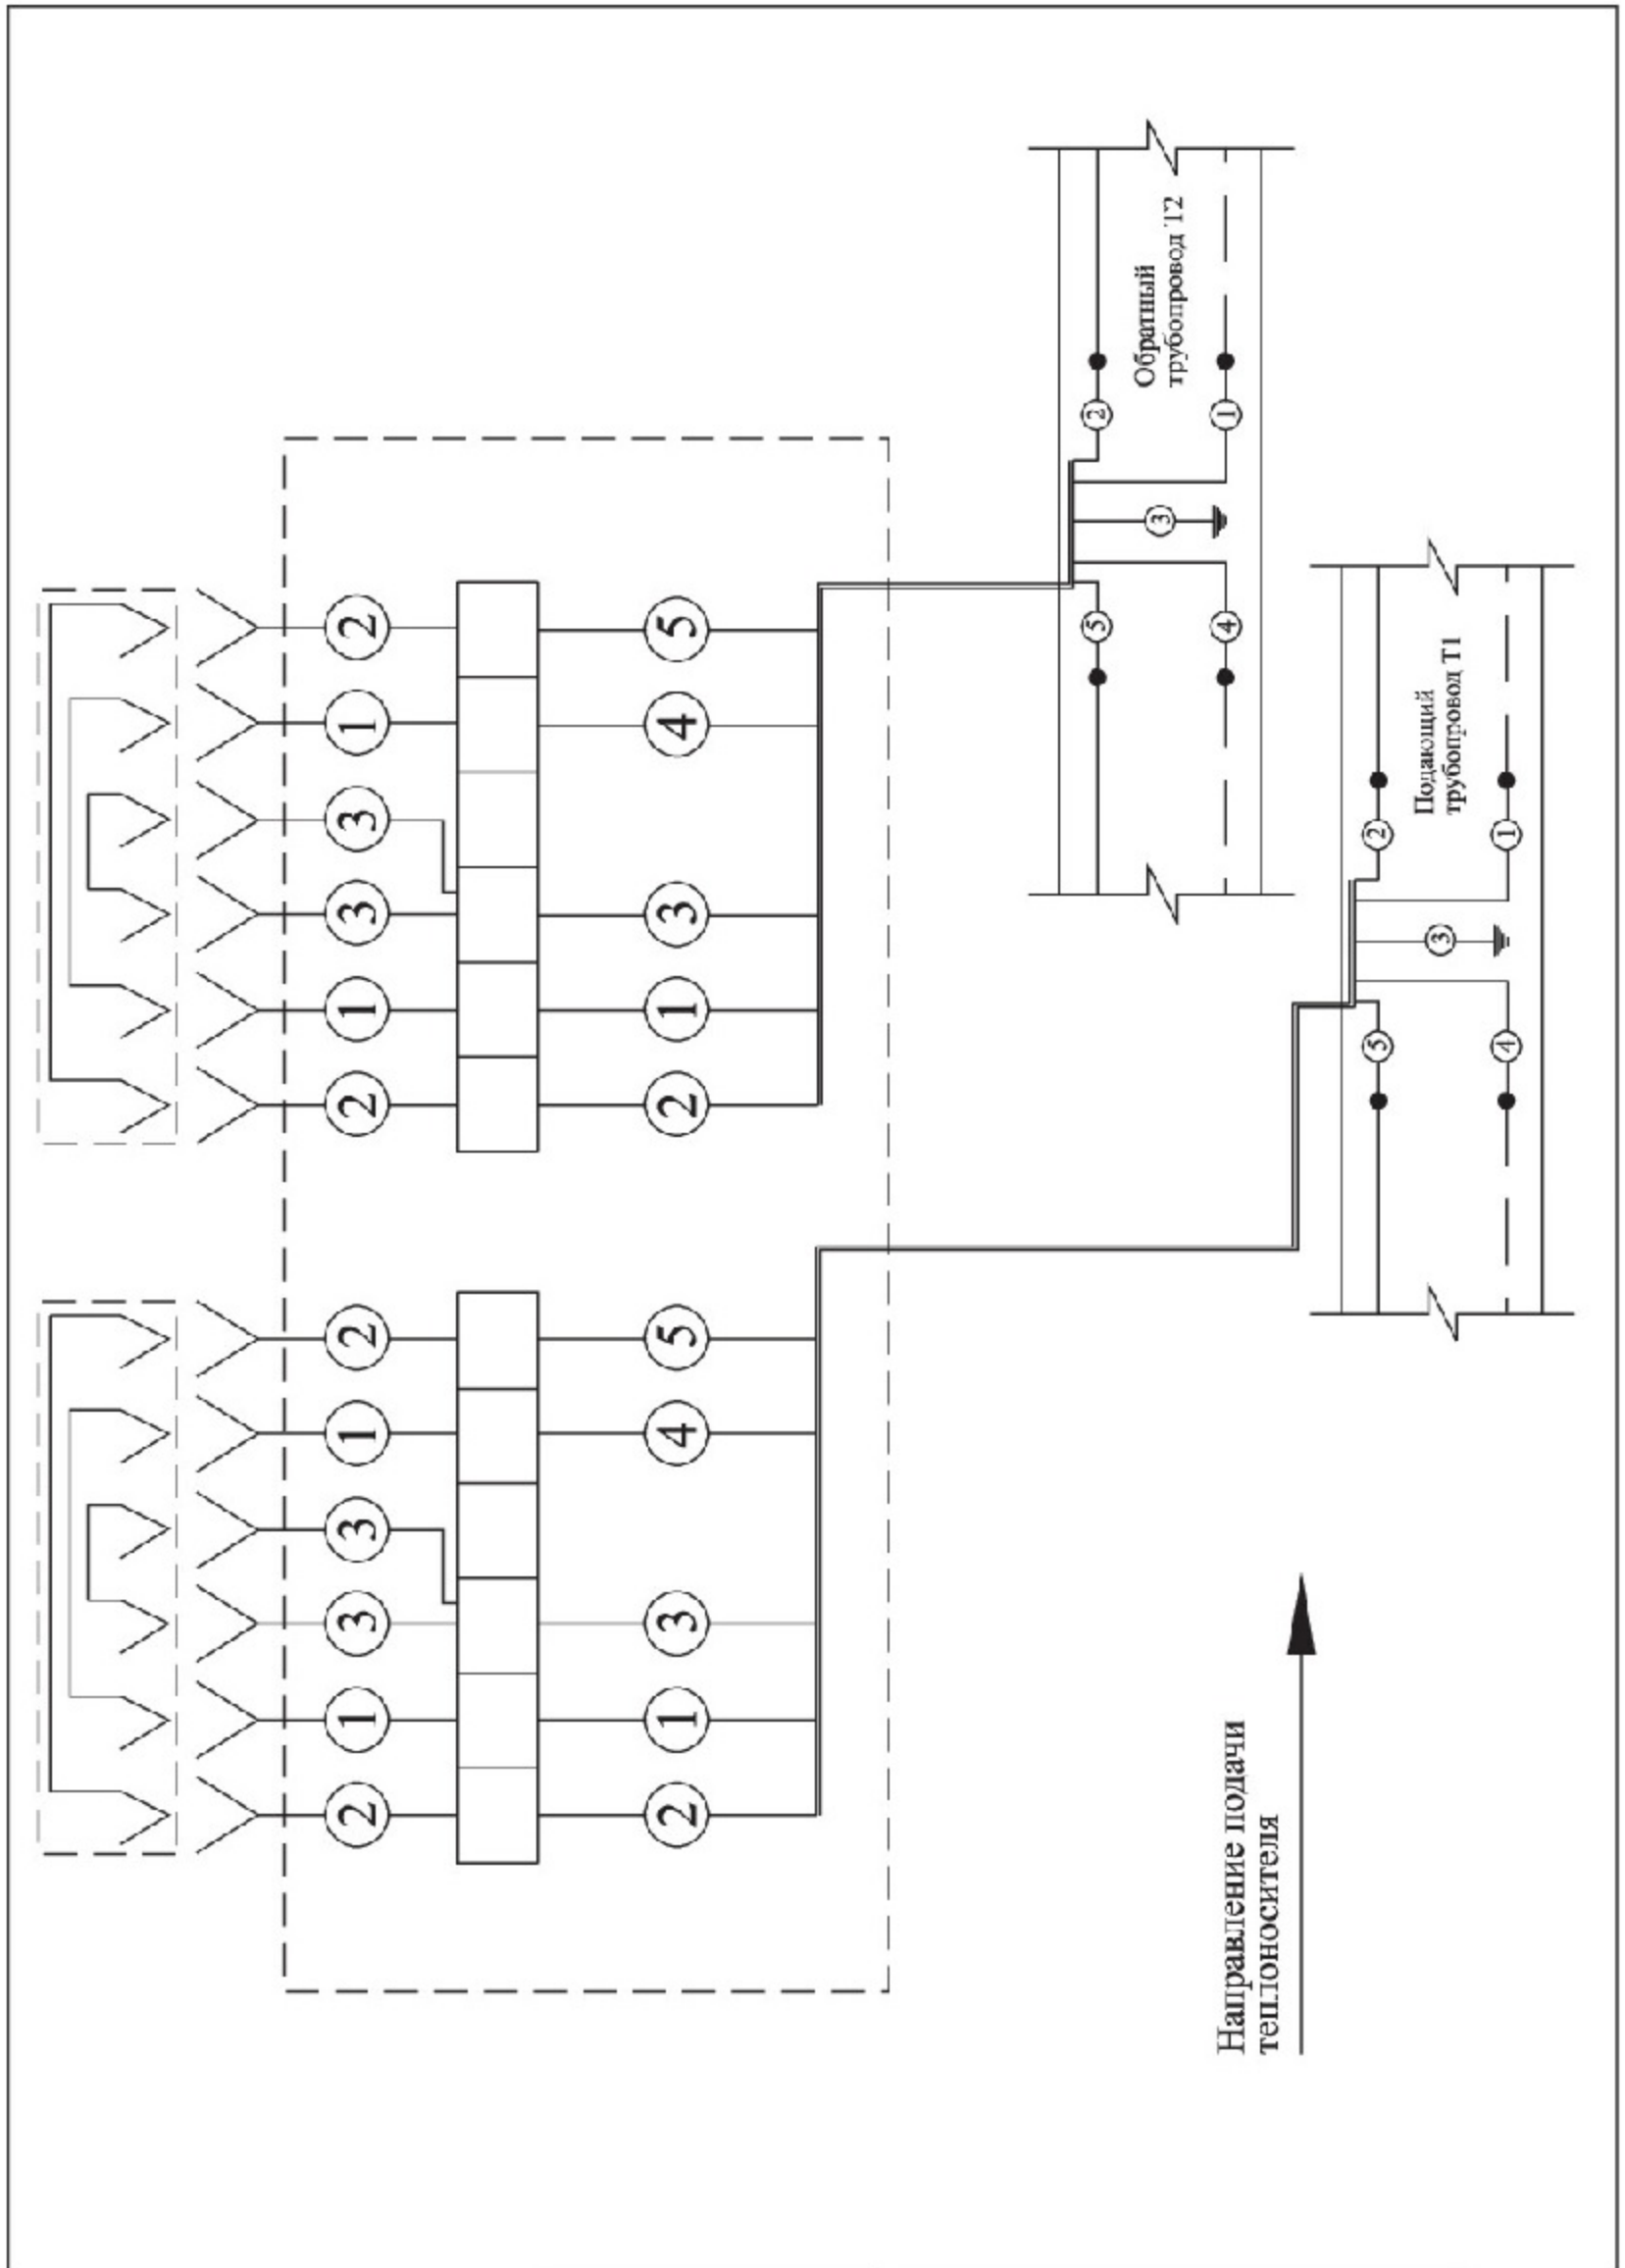
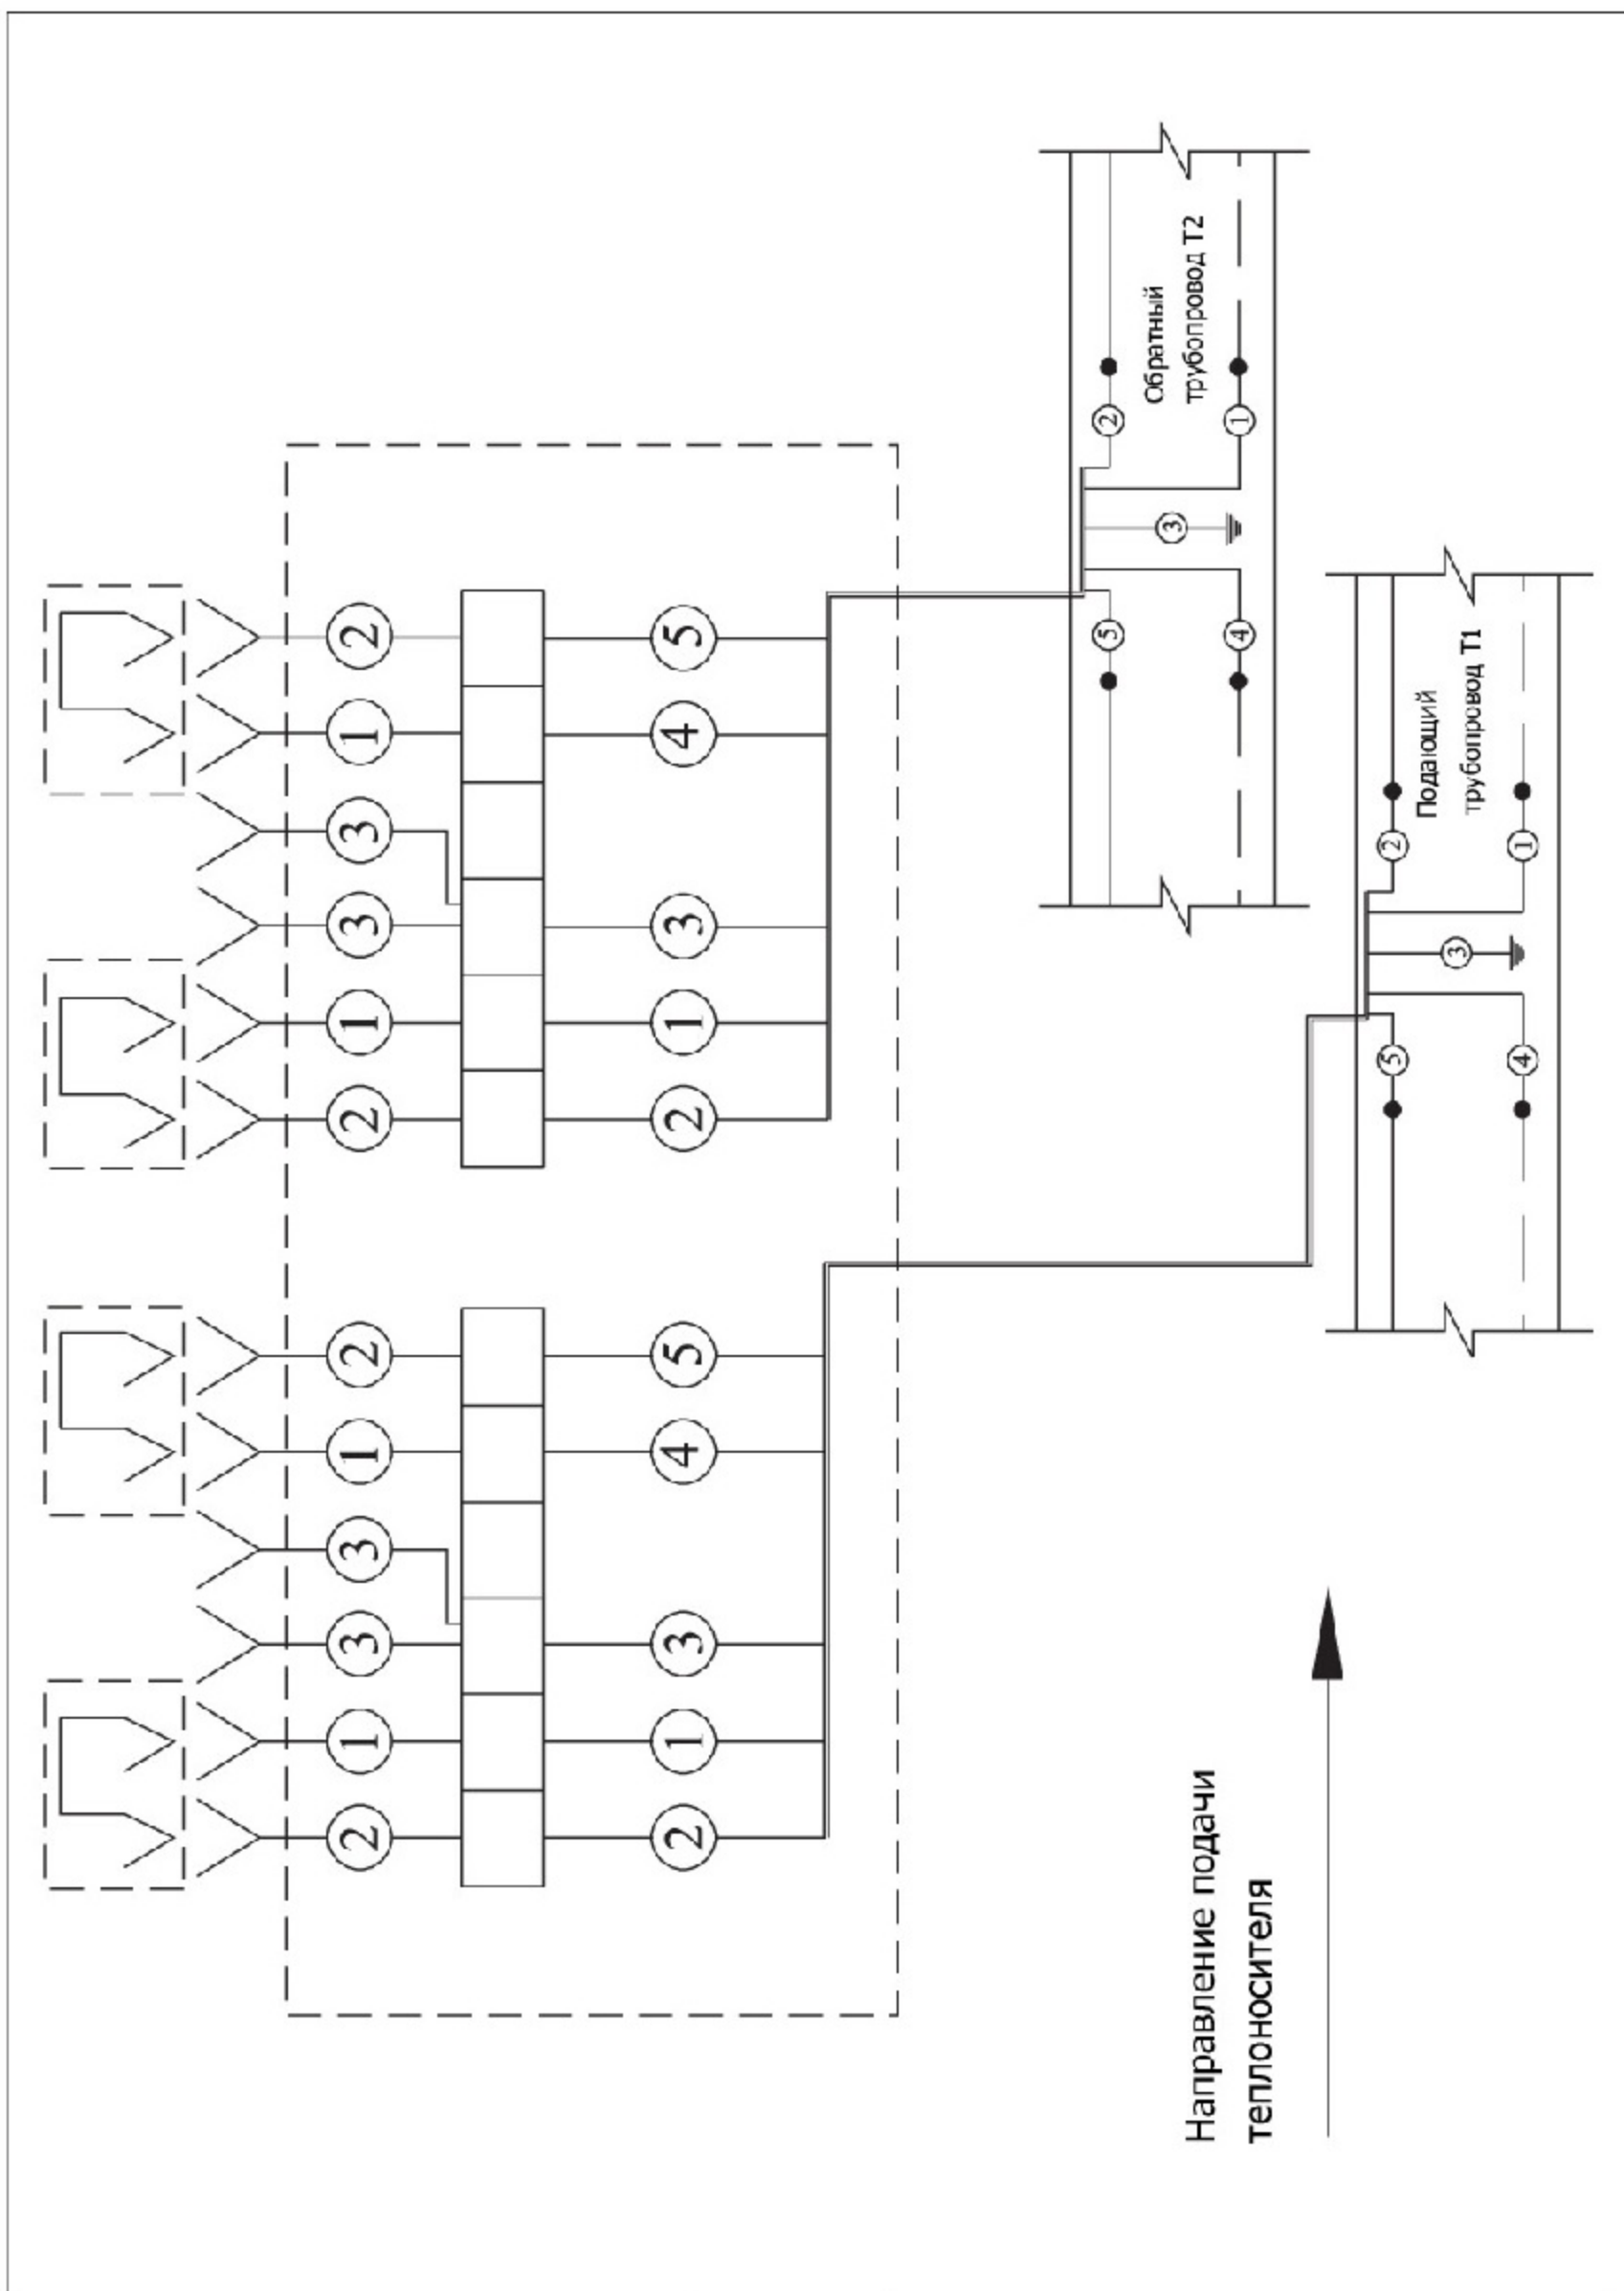
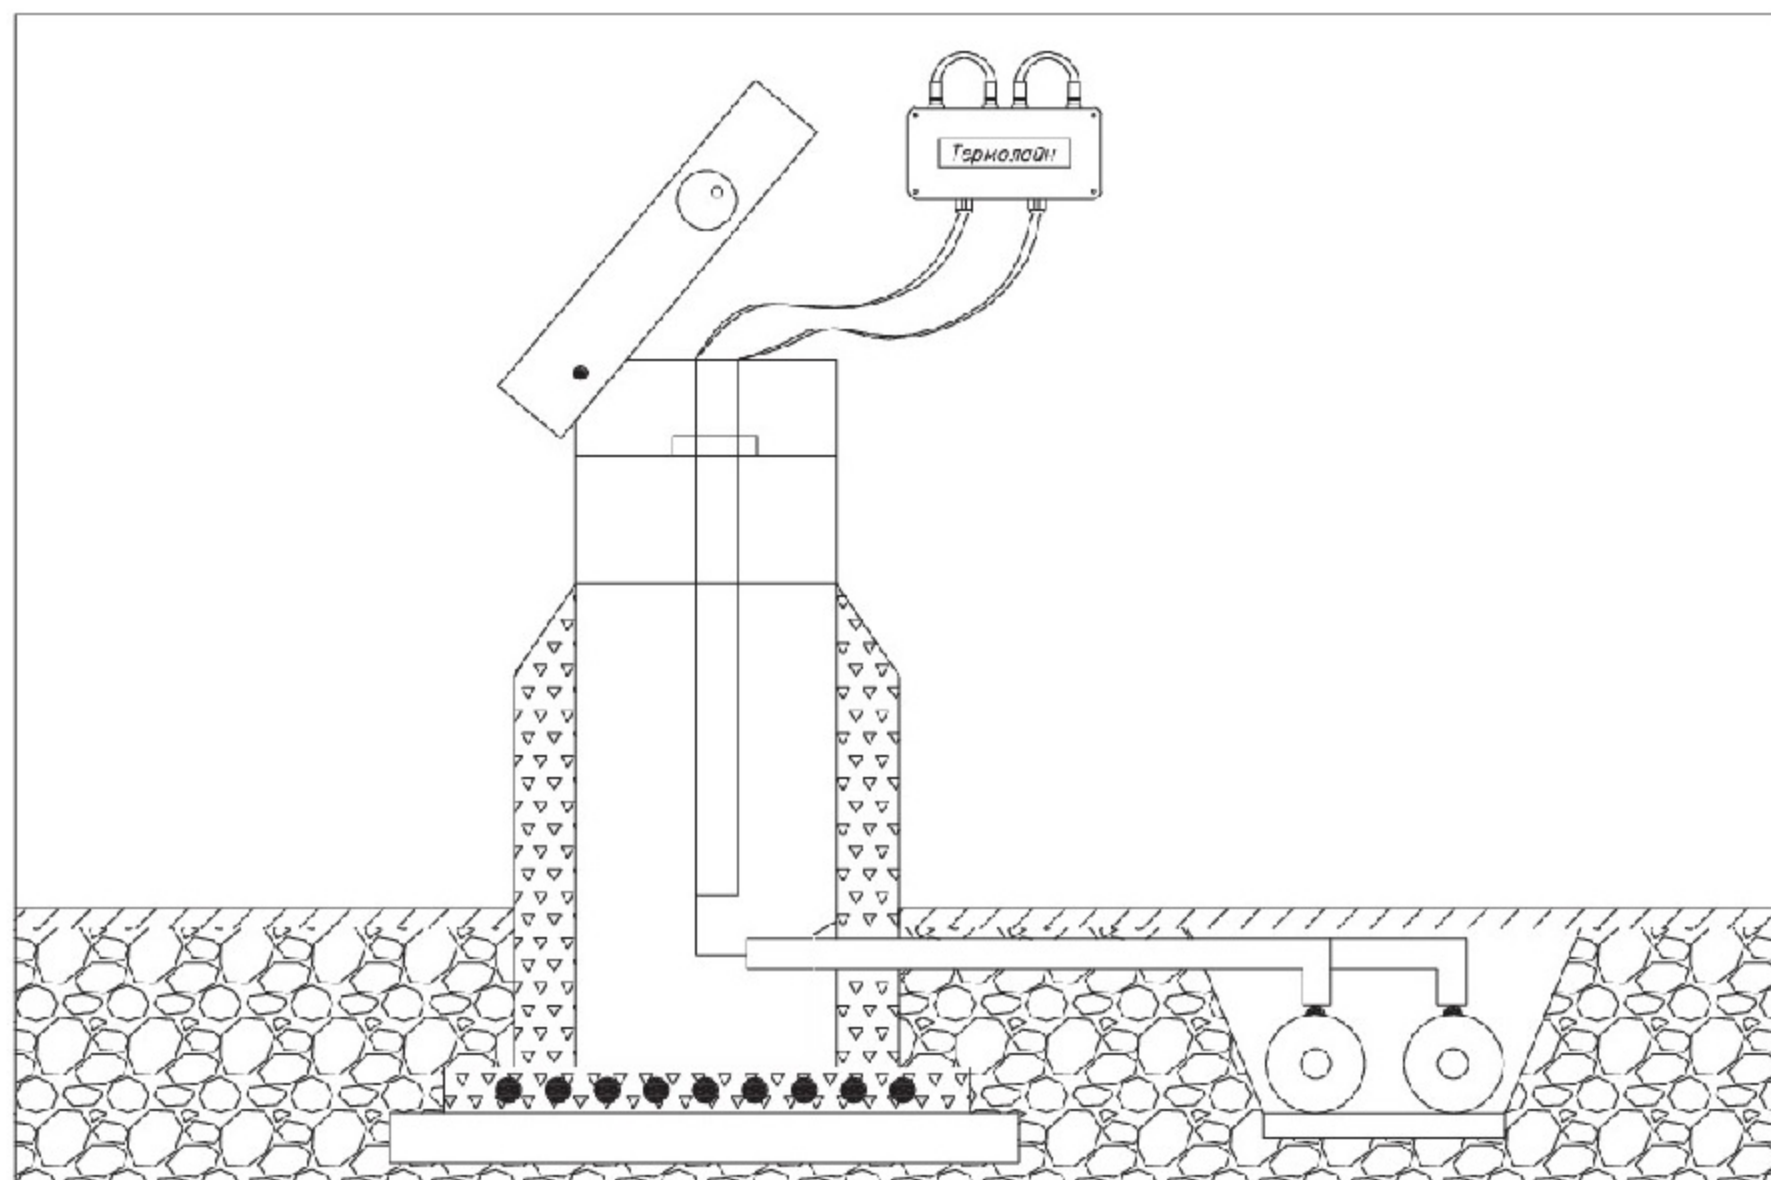

Рис. 4 Соединение одной двухтрубной системы ОДК
Рис. 5 Разъединение/закольцовка одной двухтрубной системы ОДК
Рис. 6 Установка терминала в наземном ковре
Подключение терминала к системе оперативного дистанционного контроля производить в соответствии с монтажной (**Рис. 6**) и электрической схемой (**Рис. 4, Рис. 6**).
5. При помощи отвертки зафиксировать провода в клеммной планке **3**. Порядок соединения проводов указан на электрических схемах – **Рис. 4, Рис. 5**.
6. Для соединения системы ОДК монтаж проводников внутри терминала осуществлять по электрической схеме **Рис. 4**, а в разъем **2** установить перемычки наружные **10**.
7. Для разъединения/закольцовки системы ОДК монтаж проводников внутри терминала осуществлять по электрической схеме **Рис. 5**, а в разъем **2** установить заглушки коммутационные **12**.
9. Установить провода в клеммную планку **3** на прежнее место (в соответствии с электрической схемой - **Рис. 4** или **Рис. 5**).
10. При необходимости соединения системы ОДК в терминале - коммутацию проводников проводить по электрической схеме **Рис. 4**.
11. При необходимости разъединения/закольцовки системы ОДК в терминале - коммутацию проводников проводить по электрической схеме **Рис. 5**.